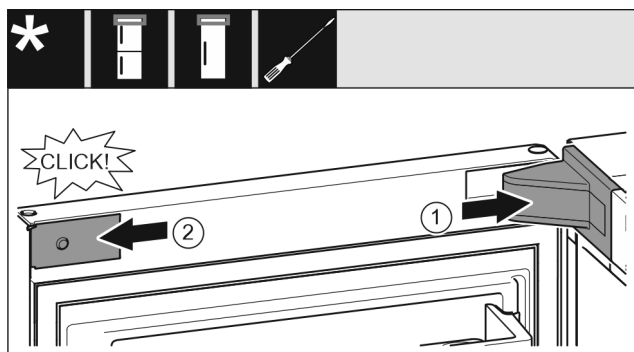

Fig. 23
- Sätt an lagerbockskyddet Fig. 23 (1) och haka i, tryck vid behov försiktigt isär det.
- Sätt an panelen Fig. 23 (2) på sidan och haka i.